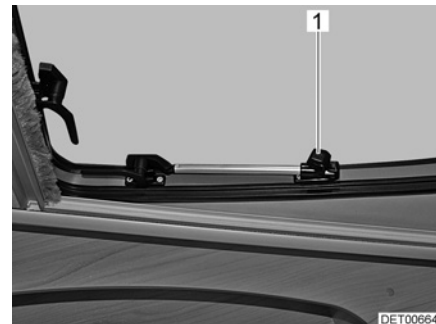

Fig. 30 Lucernario con deflettori a rotazione, aperto
- Aprire il lucernario fino alla posizione desiderata e fissarla mediante il pomello zigrinato (Fig. 30,1).
- Ruotare il pomello zigrinato (Fig. 30,1) fino a che l'arresto viene sbloccato.